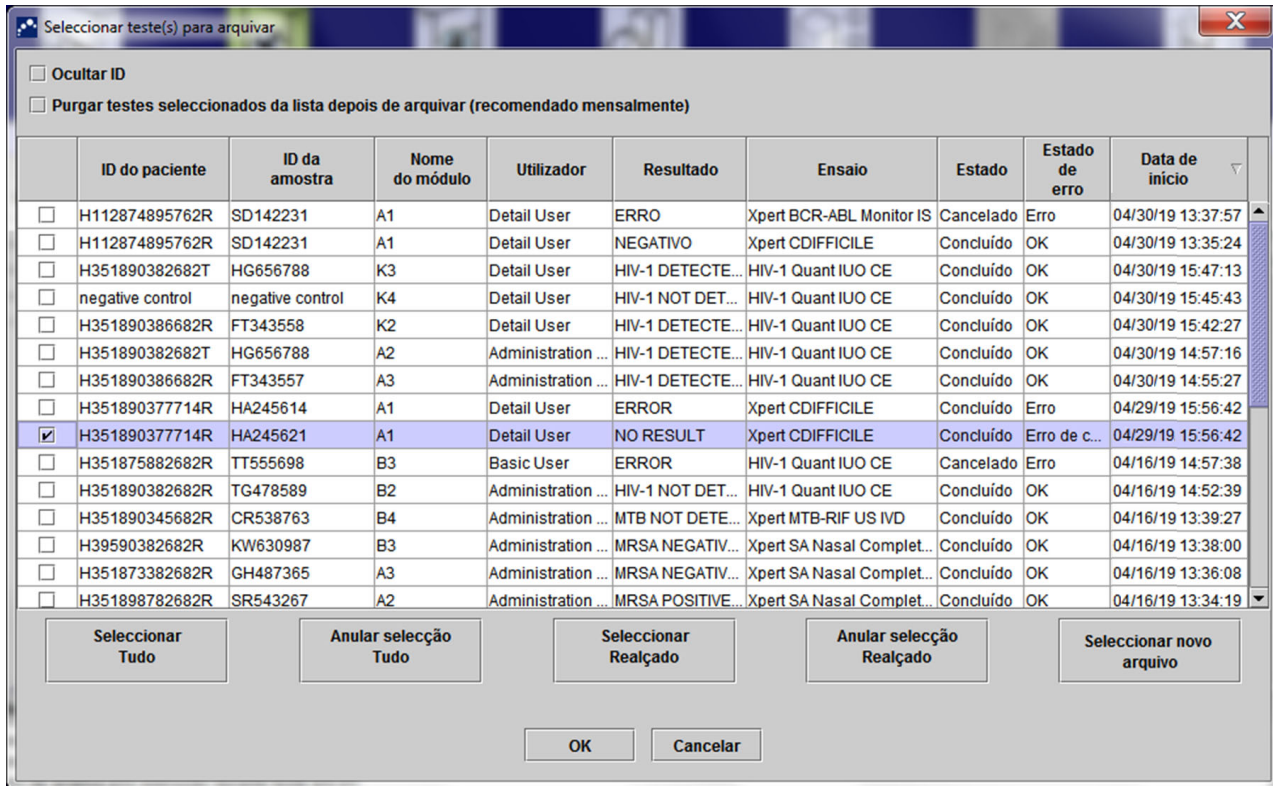

Figura 2-98. Selecionar teste(s) para arquivar
- Se quiser arquivar, clique em **Sim** na caixa de diálogo Lembrete de arquivo de teste (consulte a figura 2-97) para continuar com o processo de encerramento com arquivo. É apresentada a caixa de diálogo Seleccionar teste(s) para arquivar. Consulte a figura 2-98.